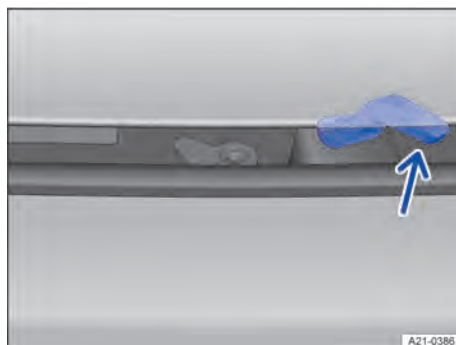

Fig. 203 Au-dessus de la grille de calandre : levier de commande du capot avant
3. Soulevez légèrement le capot avant et poussez simultanément le levier de commande dans le sens de la flèche → fig. 203 pour ouvrir complètement le capot avant.